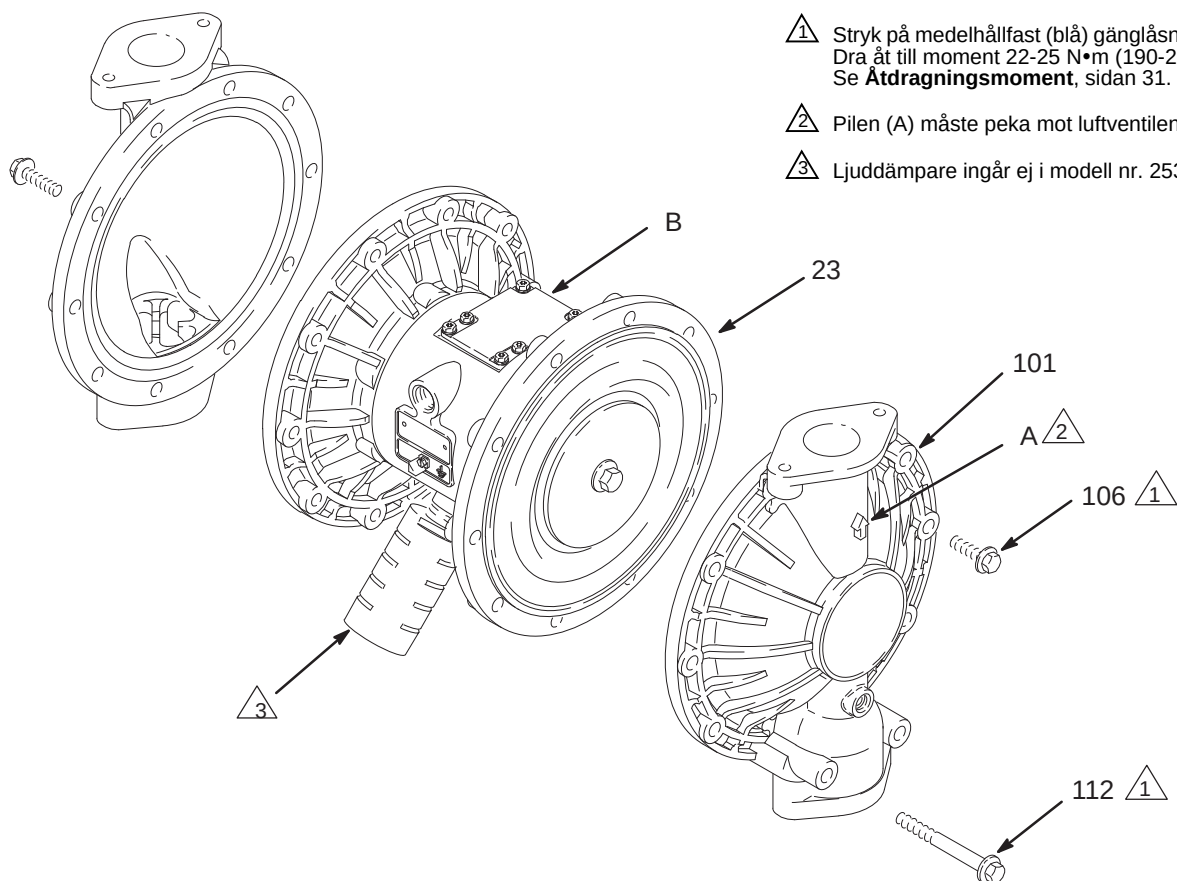

FIG. 11
3. Skruva med en 13 mm hylsnyckel bort skruvarna (106 och 112) som håller ihop vätskelocken (101) och luftlocken (23). Dra av vätskelocken (101) från pumpen. Se FIG. 11.
- a. Sätt på o-ringen (108*) på axelbulten (107).
- b. Sätt på vätskesidans membranplattan (105) på bulten med den rundade sidan mot membranet (401).
- c. *Endast PTFE-modeller*, montera PTFE-membranet (403*). Se till att sidan märkt AIR SIDE vänds mot mittsektionen (1).
- d. Sätt på membranet (401*) på bulten. Se till att sidan märkt AIR SIDE vänds mot mittsektionen (1).
- e. Montera luftsidans membranplatta (104) med den försänkta sidan vänd mot membranet (401).
- f. Stryk på medelhållfast (blå) gänglåsning på bultgängorna (107). Dra åt bulten (107) i axeln (24) med handkraft.
- g. *Övergjutna membran:* Montera luftsidans platta (104) på membranet (403). Plattans breda, rundade sida måste vara vänd mot membranet. Applicera medelhållfast (blå) Loctite-gänglåsning eller motsvarande på membranenhetsen. Dra åt enhetsen i axeln (24) med handkraft.
3. Fetta in hela membranaxeln (24) och trä den genom huset (1).
5. Håll ena axelbulten (107) med en skiftnyckel och dra åt den andra bulten till moment 27 till 34 N•m vid maximalt 100 rpm. *OBSERVERA: Detta steg gäller inte för pumpar med övergjutna membran.*
6. Passa in vätskelocken (101) och mittsektionen (1) så att pilarna (A) på locken riktas åt samma håll som luftventilen (B). Applicera medelhållfast (blå) gänglåsning på gängorna på skruvarna (106) och (112) och dra åt skruvarna med handkraft. Sätt i de längre skruvarna (112) i de undre hålen i locken. Se Fig. 11 Dra skruvarna korsvis och jämnt till moment 22-25 N•m. Se **Åtdragningsmoment**, sidan 31.